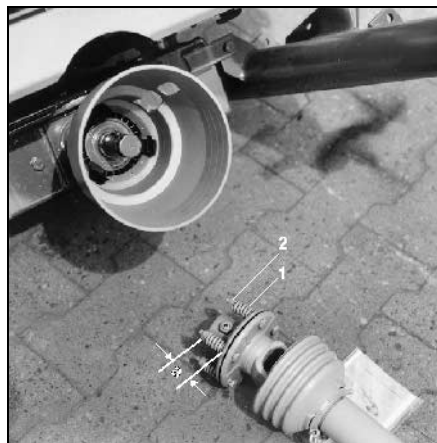

Fig. 53
- Avlasta fjädrarna (Fig. 53/1) genom att lossa muttrarna (Fig. 53/2).